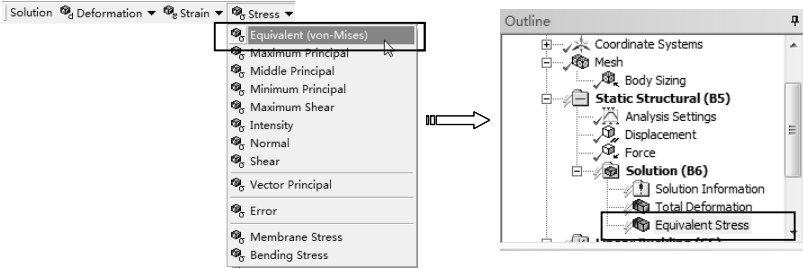

图 7-30 添加应力求解项
- 3) 求解应力。单击【Solution】工具栏上的【Stress】|【Equivalent (von-Mises)】命令，此时在分析树中插入【Equivalent Stress】项，如图 7-30 所示。